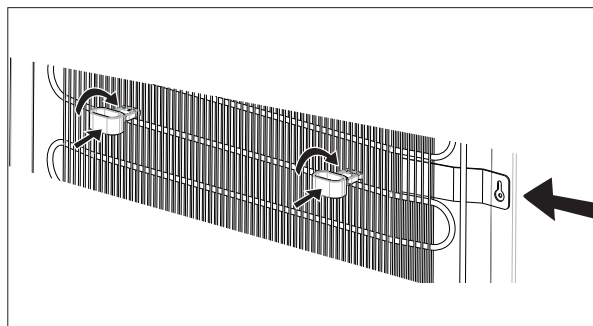

Fig. 21
- ▶ Montez les deux entretoises (17) à hauteur de la plaque de fixation supérieure (voir flèche de droite sur fig. 21) au dos de l'appareil sur les ailettes de refroidissement.
- ▶ Insérez respectivement l'entretoise (17) verticalement jusqu'à l'évidement marqué **T** entre deux ailettes de refroidissement et faites-la tourner de 90° en position horizontale, comme sur la figure 21. Ainsi, le condenseur ne pourra pas entrer directement en contact avec le mur.
- ▶ Alignez l'appareil horizontalement et compensez les inégalités du sol en vissant plus ou moins les pieds de l'appareil (6).